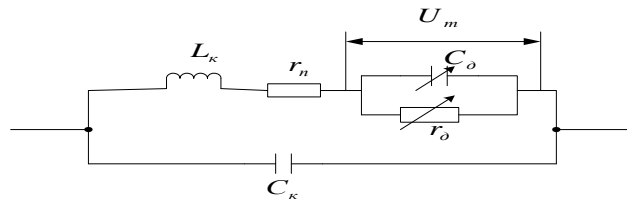

Рис.5.1. Эквивалентная схема полупроводникового диода на СВЧ.
-чувствительность по току  $\beta$ -отношение выпрямленного тока  $I$  к высокочастотной мощности, поглощаемой диодом при минимальном сопротивлении внешней нагрузки. Мощность сигнала, рассеиваемая на сопротивлении диода, определяется соотношением  $P_{\text{вд}} = 0,5 \cdot I^2 \cdot \text{Re}(Z)$ , где полное сопротивление диода (рис.5.1)